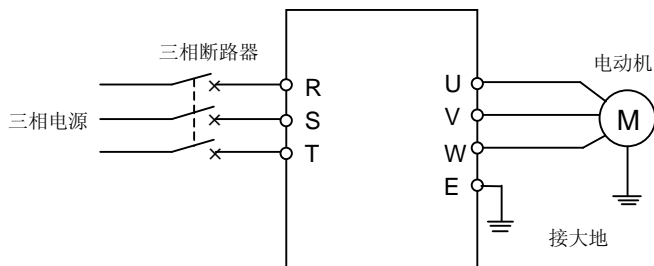

图 4-1 简单运行接线图
- ① 按图 4-1 接线；
- ② 确认接线无误后合上电源开关，接通电源，变频器先显示“P.oFF”，稍后显示“0”；
- ③ 选择变频器控制方式 ([F0.0]=0, V/F 控制；[F0.0]=1, 无感矢量控制)；
- ④ 确认频率设定通道为面板数字设定方式 ([F0.1] = 0)；
- ⑤ 根据变频器拖动电动机的额定铭牌数据，采用 V/F 控制方式时，需对参数[F1.3]、[F1.4]进行设置；采用矢量控制方式时，需对参数[F1.15]~[F1.18]进行设置。
- ⑥ 按 **FWD** 键启动变频器，变频器输出 0 频率，显示“0.0”；
- ⑦ 按 **▲** 键，增大设定频率，变频器的输出频率增加，电机转速加快；
- ⑧ 观察电机的运行是否正常，若有异常立即停止运行，并断电，查清原因后再运行；
- ⑨ 按 **▼** 键减小设定频率；
- ⑩ 按 **STOP** 键停止运行；并切断电源开关。